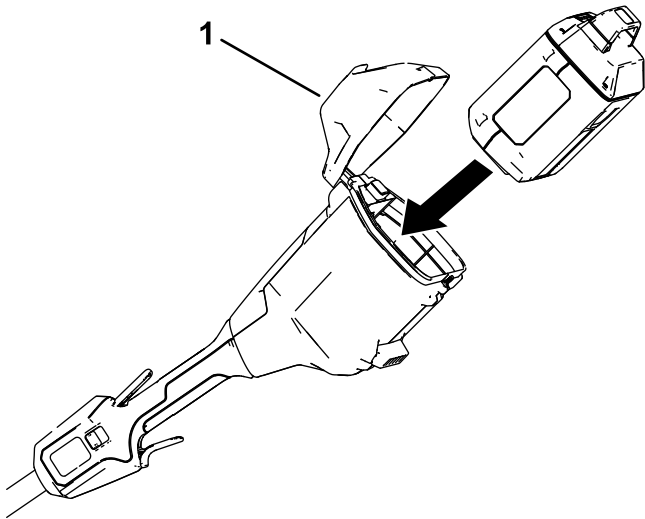

Figura 9
2. Abra la tapa de la batería (Figura 9).
3. Alinee el hueco de la batería con la lengüeta del compartimento de la batería (Figura 9).
4. Introduzca la batería en el compartimento de la batería hasta que la batería encaje en el cierre (Figura 9).